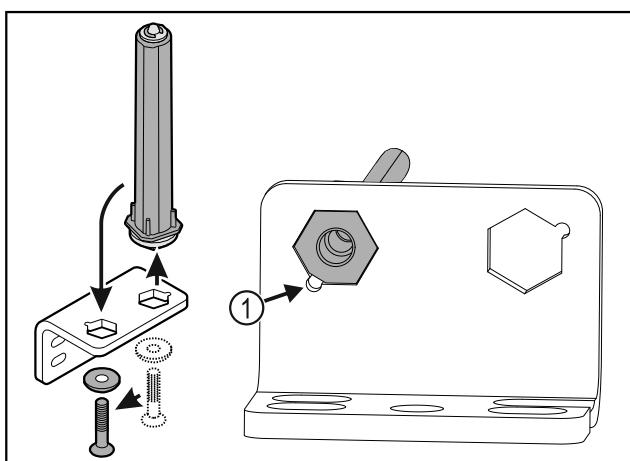

Fig. 40
- Atkreipkite dėmesį į tai, kad įstatant nuožulni kaiščio pusę Fig. 40 (1) nukreipta į apvalią skylę.